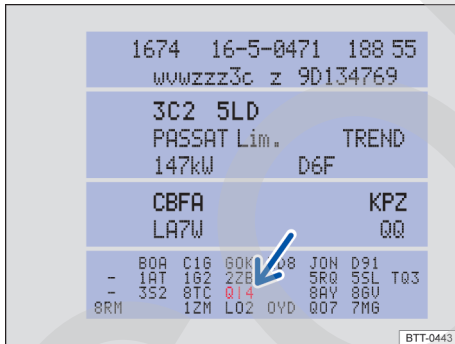

Fig. 245 Adhesivo portadatos del vehículo con núm. PR del servicio correspondiente (representación esquemática).
- Consulte el número PR que figura el adhesivo portadatos del vehículo → fig. 245 (flecha) → pág. 318.